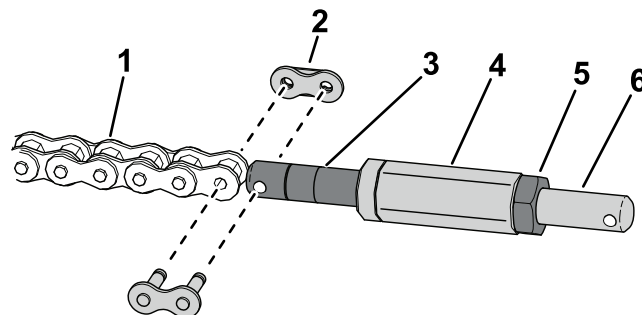

Figura 3
3. Use um elo de corrente para instalar a corrente no fecho da corrente (Figura 3).
4. Instale o eixo hexagonal no fecho da corrente (Figura 3).
5. Utilize uma porca de bloqueio para instalar o fecho do elo da corrente ao eixo hexagonal (Figura 3).